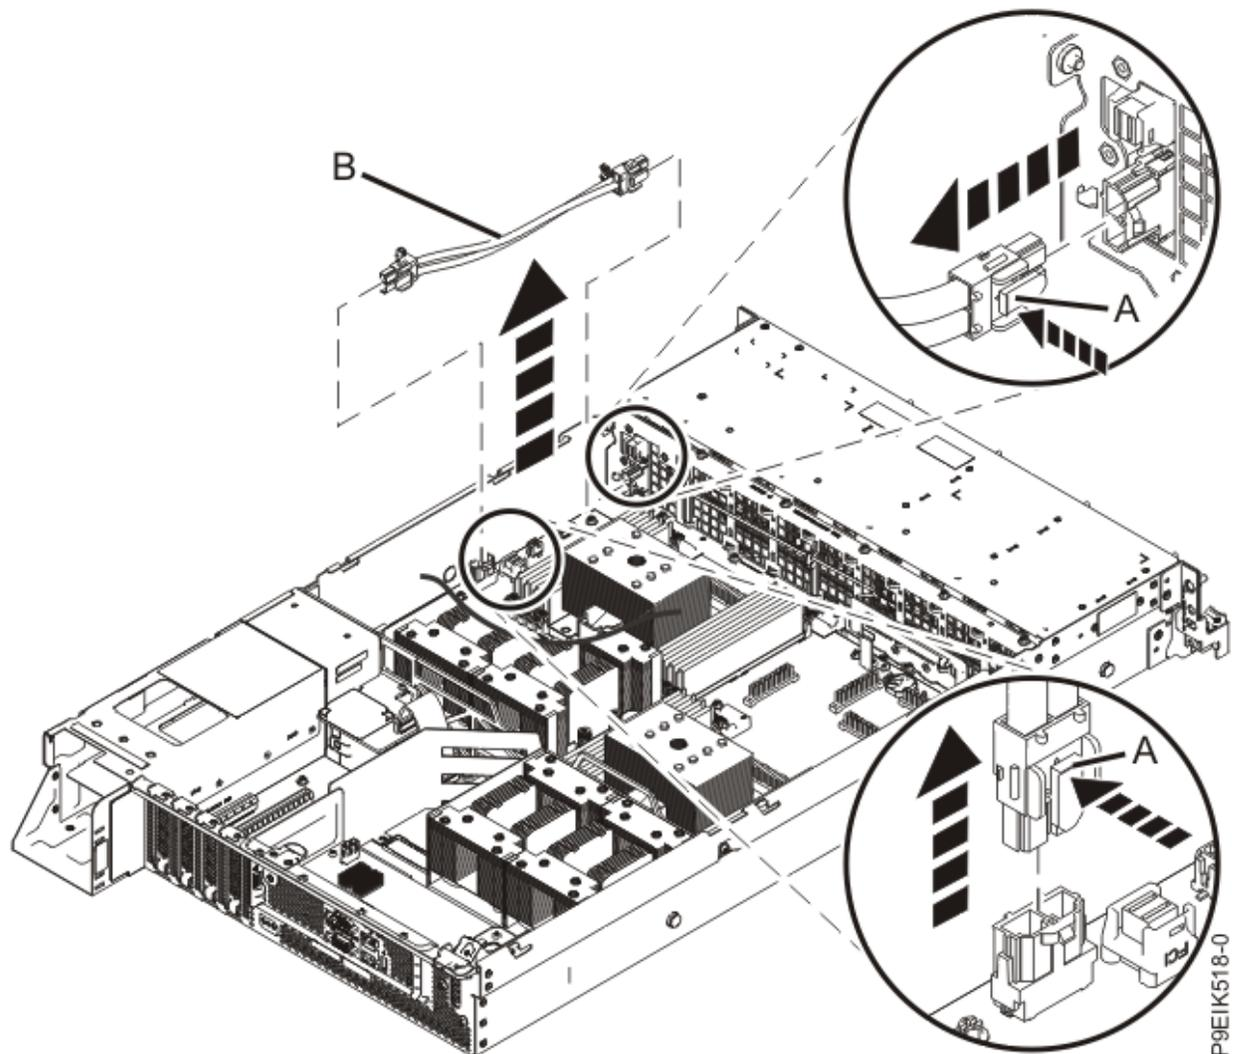

Figure 22. Retrait du câble d'alimentation des ventilateurs du système
3. Saisissez l'extrémité du câble d'alimentation des ventilateurs branchée au connecteur de bus d'alimentation. Voir **(A)** dans la Figure 22, à la page 34.